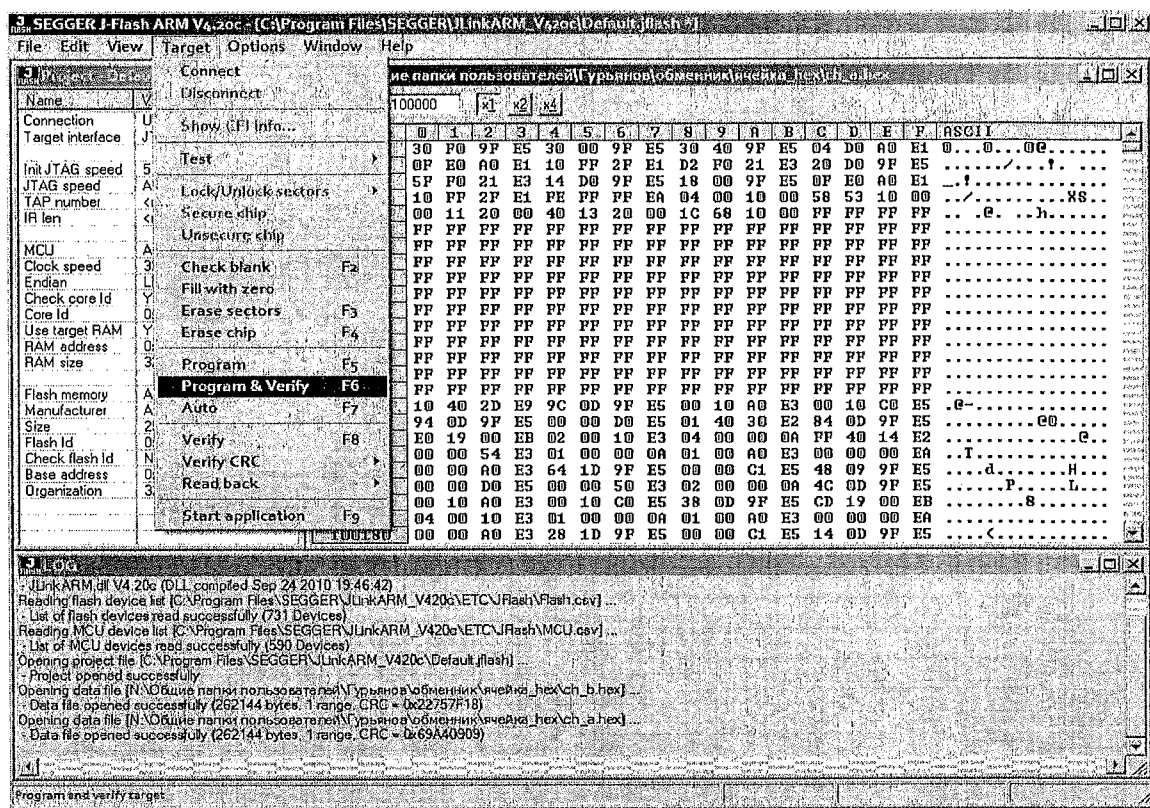

Рисунок 6 — Выбор пункта меню «Target» - «Program & Verify»
3) Нажать клавишу F6 в активном окне программы J-FLASH ARM или выберите пункт меню «Target» - «Program & Verify», как показано на рис. 6.